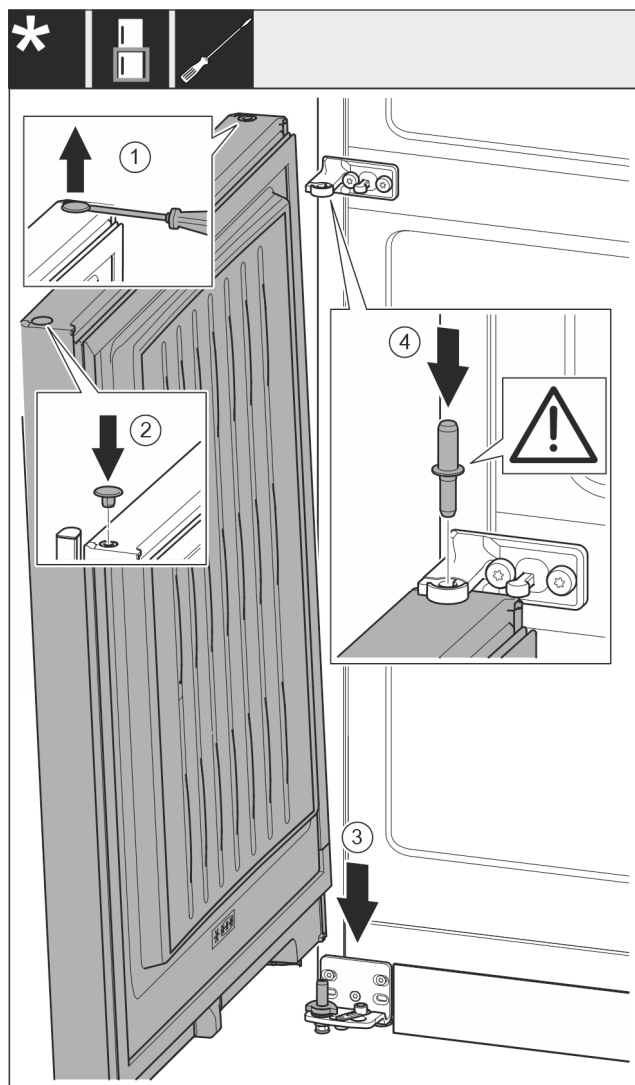

Fig. 51
- Ridicați cu precauție dopul Fig. 51 (1) cu o șurubelniță plată și extrageți-l.
- Introduceți dopul Fig. 51 (2) pe partea opusă a ușii.
- Așezați ușa Fig. 51 (3) de sus pe bolțul inferior de lagăr.
- Introduceți bolțul central de lagăr Fig. 51 (4) prin mijlocul suportului de lagăr în ușa inferioară. Aveți grijă aici ca respectiva camă de fixare să fie îndreptată către înapoi.